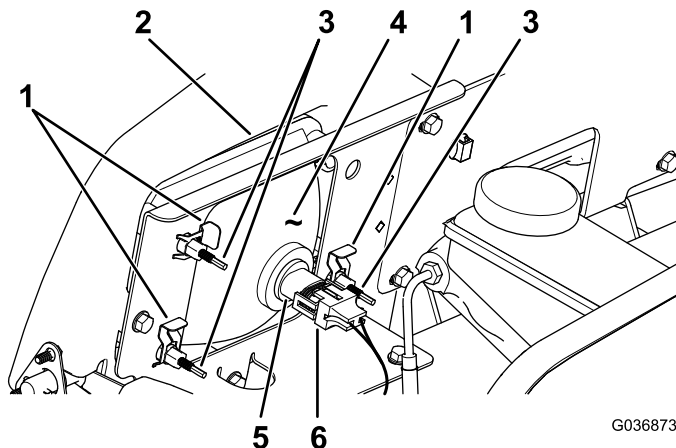

Figura 52
- Desligue o conector elítrico para a cablagem do conector do conjunto da lâmpada (Figura 52).
- Retire os cliques rápidos que fixam o farol ao respectivo suporte (Figura 52).
- Retire o conjunto do farol movendo-o para a frente através da abertura no para-choques dianteiro (Figura 52).
- Instale o novo farol através da abertura no para-choques (Figura 52).
- Ligue o conector elítrico para a cablagem ao conector do conjunto da lâmpada (Figura 52).
2. Na parte traseira do conjunto de faróis, rode os parafusos de ajuste (Figura 52) para inclinar o conjunto dos faróis e alinhar a posição do feixe.